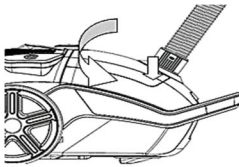

Fig 1
1. **Lidhni aksesorët e gypit:** Vendoseni fundin e gypit në prizën e gypit në kapakun e përparmë dhe pastaj fiksojeni atë. (Fig 1)